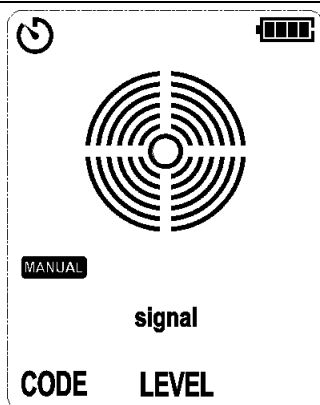

Figura 7.1.4a Sin señal detectada
1. Presione brevemente el botón "AUTO/MANUAL" (modo) y luego la pantalla LCD muestra "MANUAL", como se muestra en la Figura 7.1.4a.